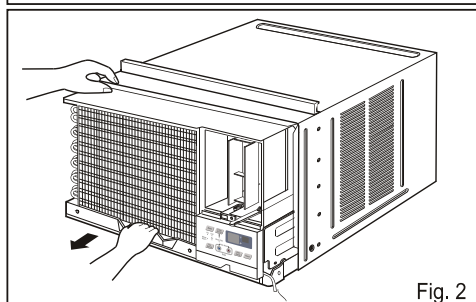

Fig. 2
2. Tout en retenant le boîtier, glissez l'appareil hors du boîtier en tirant vers l'avant sur la poignée du réceptacle d'eau. (Fig 2)